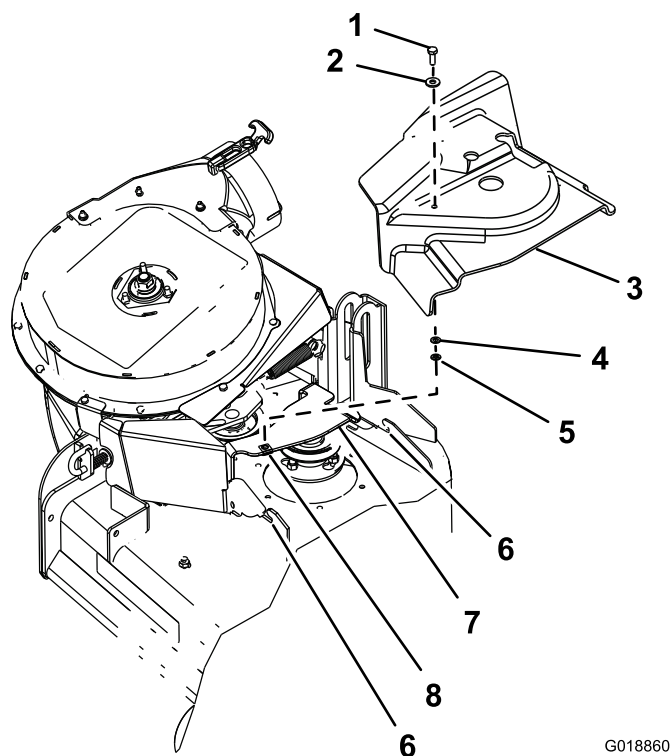

Figure 11
1. Assemblez la rondelle (5/16 x 3/4 po) contre le boulon à tête hexagonale (1/4 x 3/4 inch) comme le montre la Figure 11.
2. Insérez le boulon et la rondelle par le trou ménagé dans le haut du carter de courroie, provenant du kit ventilateur et entraînement OEM (Figure 11).
3. Depuis le bas du carter de courroie, assemblez la rondelle (1/4 x 1/2 po) et le dispositif de retenue au dessus des filets du boulon à tête hexagonale (Figure 11).
2. Alignez le carter de courroie avec les crans dans les flasques de plateau (Figure 11).
4. Sécurisez le carter de courroie contre le support de carter avec le boulon à tête hexagonale (Figure 11).